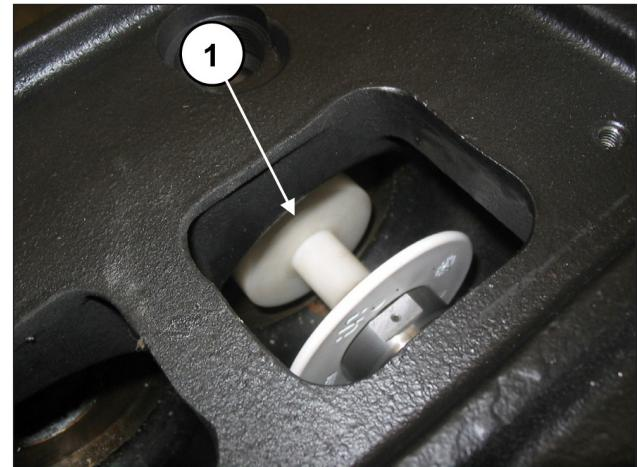

Abb. 123
Setzen Sie den Dorn Art. 27516600 zwischen Kolbenführung und Kolben ein (Pos. ①, Abb. 123).